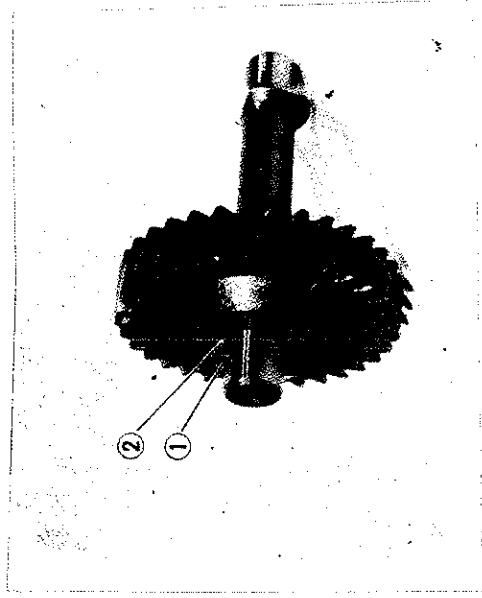

Fig. 13-56
- 4) Montar el piñón loco y la arandela sobre el eje de marcha atrás e introducir el pasador. Montar este conjunto en la carcasa inferior con el pasador (1) y la arandela (2) alineados según indica la Fig. 13-56.